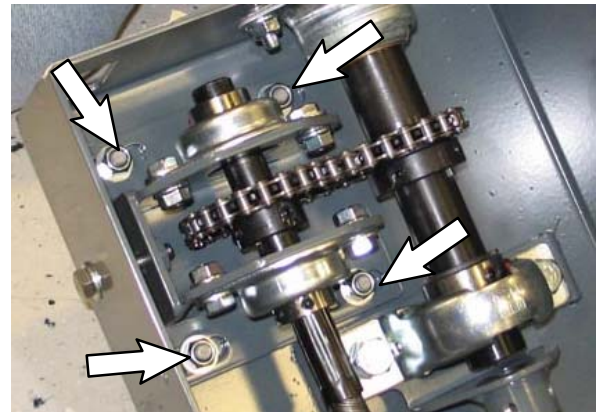

FIG. 35
32. Afloje los tornillos que fijan la placa de soporte / el rodamiento con brida al canal de dirección. (Fig. 35)